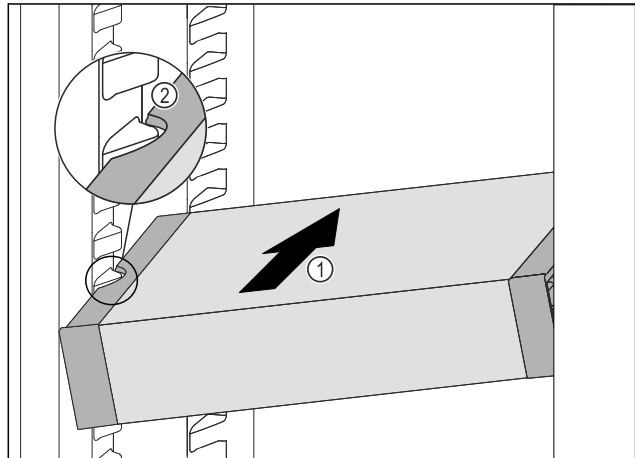

Fig. 73
- Inserire VarioSafe ad angolo nel vano frigorifero Fig. 73 (1) fino a quando le cavità laterali Fig. 73 (2) di VarioSafe non si trovano al livello della nervatura del contenitore nel vano frigorifero.